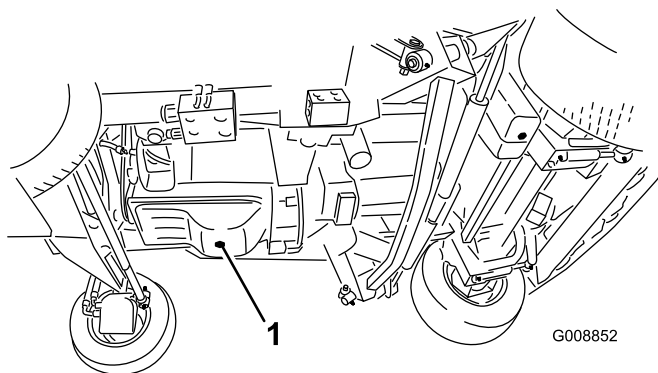

図 63
1. ドレンプラグ（図 63）を外してオイルを容器に受ける。オイルが抜けたらドレンプラグを取り付ける。